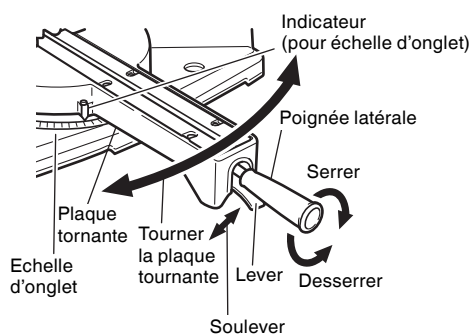
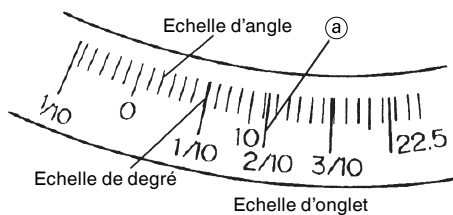

Fig. 30
Fig. 31
- (1) Desserrer la poignée latérale et tirer vers le haut le levier des butées d'angle. Cela fait, régler la plaque tournante jusqu'à ce que l'indicateur soit aligné avec le réglage désiré sur l'échelle de coupe d'onglet (Fig. 30).
- (2) Ressermer la poignée latérale pour fixer la plaque tournante à la position voulue.
- (3) L'échelle d'onglet (Fig. 31) indique à la fois l'angle de coupe de l'échelle d'angle et le degré de l'échelle de degré.
- (4) Le degré, qui est le rapport de la hauteur sur le socle de la section triangulaire à retirer, pourra être utilisé pour régler l'échelle d'onglet à la place de l'angle de coupe, au besoin (voir Fig. 31).
- (5) En conséquence, pour couper une pièce à un angle de 2/10, régler l'indicateur sur la position \textcircled{a} , comme indiqué à la Fig. 31.